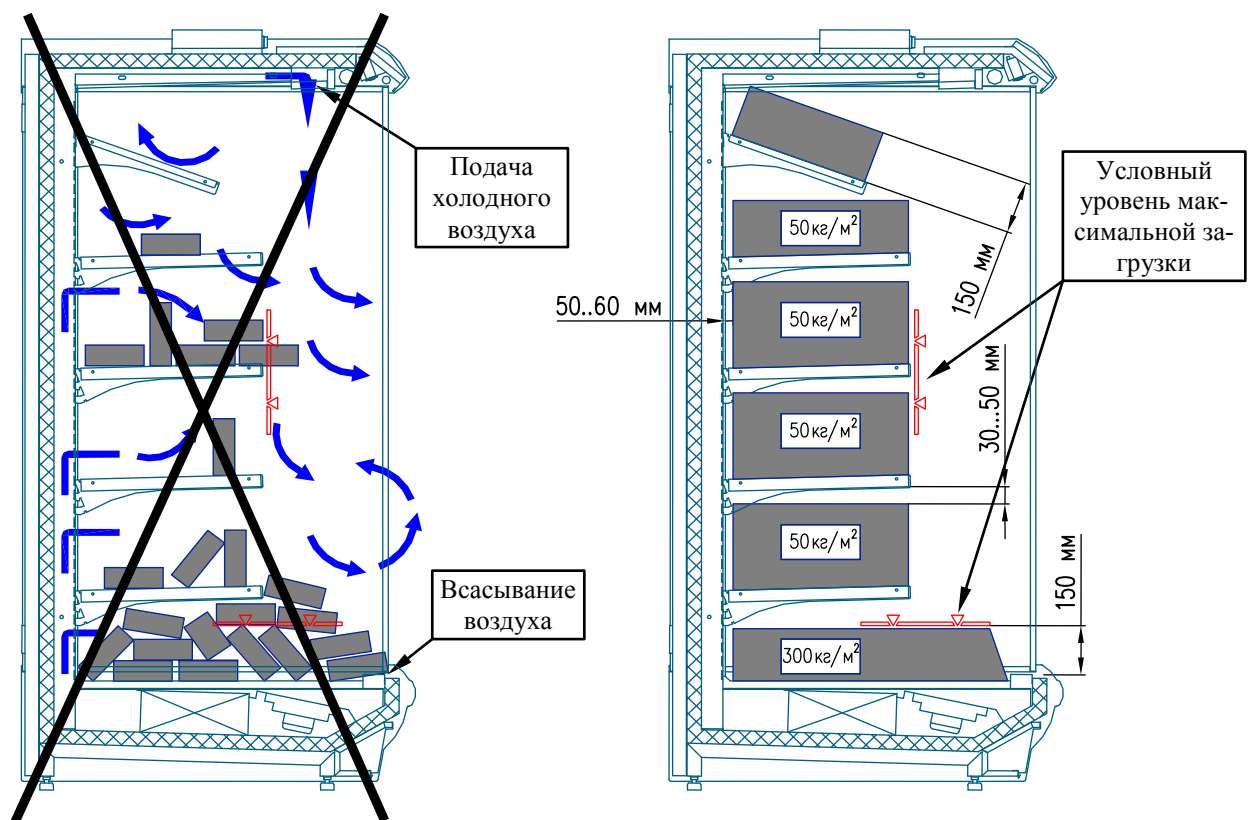

Рис. 3. Загрузка витрины продуктами
- Продукты необходимо раскладывать в отведенное для них место, не превышая при этом уровня максимальной загрузки (рис. 3). В случае превышения уровня загрузки воздушная вентиляция будет недостаточной, и температура продуктов станет более высокой, кроме того, на испарителе может образоваться слой льда.
- При укладке продуктов **необходимо обеспечивать их равномерное распределение по всей длине полок** (рис. 3), что обеспечивает лучшие условия хранения продуктов и работы холодильной витрины, не превышая нормы загрузки, указанные в табл. 1.
- Проверить правильность расположения продуктов в витрине, согласно п. 3.7 и рис. 3.